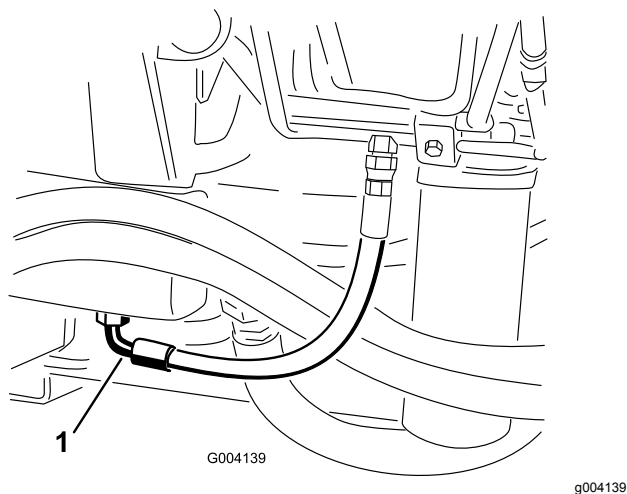

Figura 88
2. Collocate una bacinella di grandi dimensioni sotto il raccordo previsto sulla base del serbatoio del fluido idraulico (Figura 88).